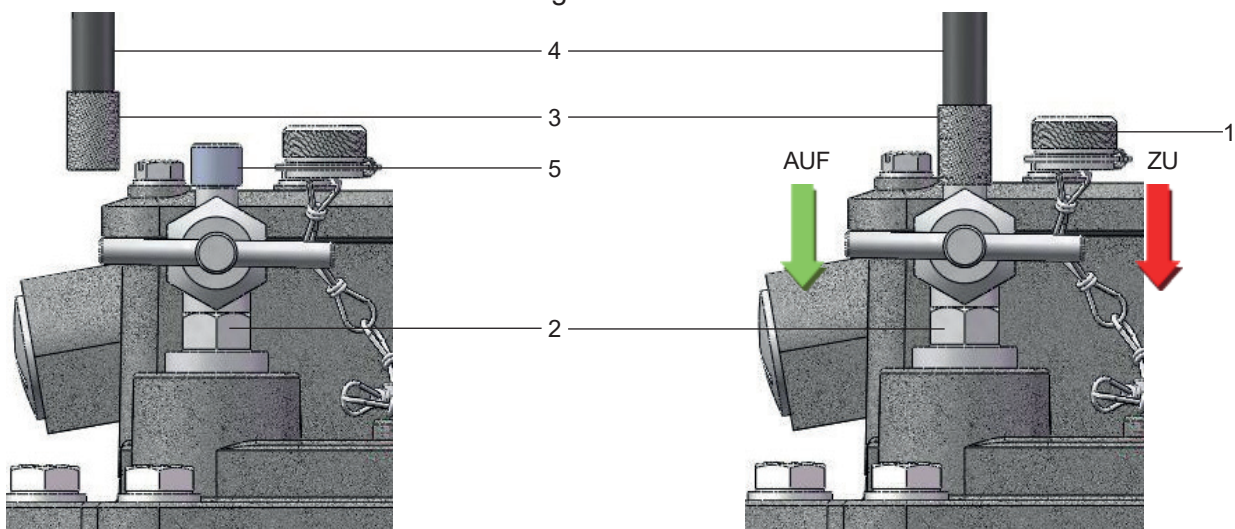

Abb. 9 - Funktionsprüfung mittels Prüfpumpe
- kleine Hutmutter (Abb. 9/ Nr. 1) vom Entlüftungsventil (Abb. 9/ Nr. 2) abschrauben
- Adapter (Abb. 9/ Nr. 3) des Verbindungsschlauches der Prüfpumpe (Abb. 9/ Nr. 4) auf Ventilstutzen (Abb. 9/ Nr. 5) aufschrauben